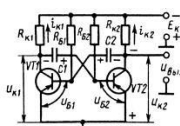

Рис.1.4
4. Показать по схеме мультивибратора с КБ связями (рис.1.4) путь прохождения тока при открытом состоянии транзистора VT2. Начертить временную диаграмму $U_{k1}(t)$.